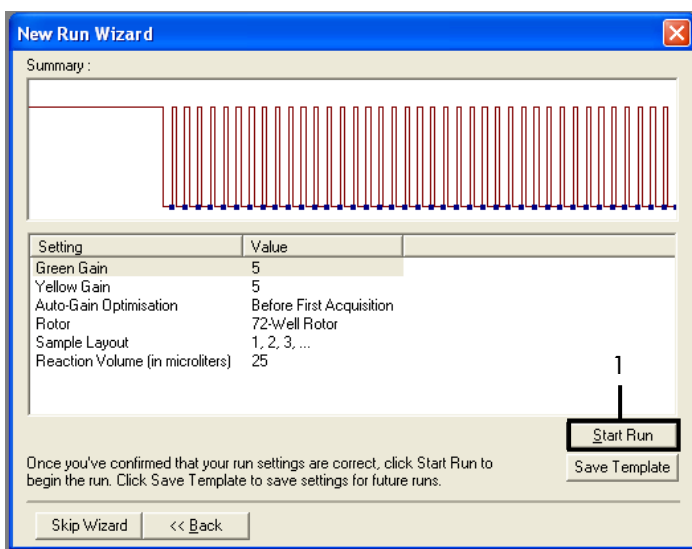

Figura 36. Cuadro de diálogo “New Run Wizard” (Asistente para series nuevas) y pantalla de resumen (1 = “Start Run” [Iniciar la serie])
5. Compruebe el resumen y haga clic en Start Run (Iniciar la serie) para guardar el archivo de ejecución y comenzar la serie (figura 36).